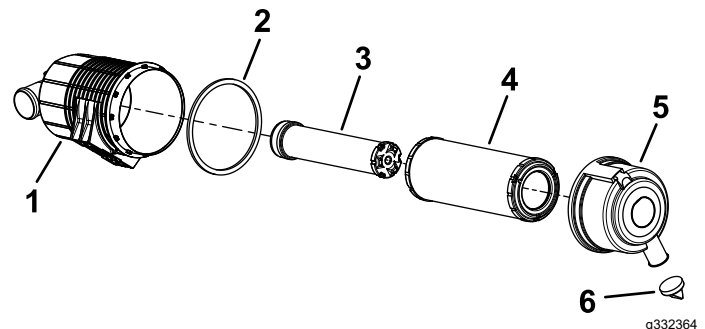

Figure 38
5. Faites l'entretien du filtre à air et de l'élément de sécurité quand indiqué (Figure 38).